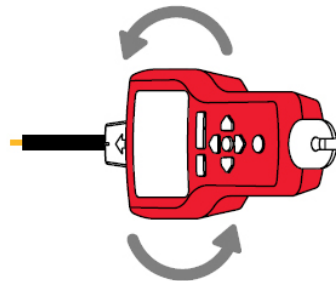

Figure 3.2d
6. Pour vérifier la direction du fil, tournez de temps en temps le récepteur de 90 degrés. L'intensité du signal sera la plus élevée si le fil est aligné avec la rainure du capteur de pointe. (voir Figure 3.2d)